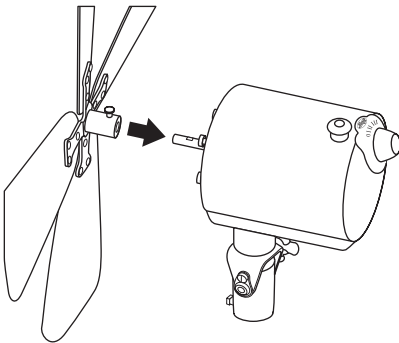

FIGURE 9
21. Faire glisser le manchon d'assemblage des pales sur l'arbre du moteur en vous assurant que la vis de blocage du manchon se trouve en face de la partie plate de l'arbre du moteur Voir Figure 9. Serrer la vis de blocage de l'assemblage de pales se façon à ce qu'elle appuie contre la partie plate de l'arbre du moteur. Tirer ensuite sur l'assemblage de pales pour vérifier qu'il est bien fixé sur l'arbre du moteur.
NOTA : Pour que ce soit plus clair, la Figure 9 ne montre pas la grille arrière et la partie fileté de la tringle pour qu'on voit l'installation du manchon d'assemblage et de l'arbre du moteur.